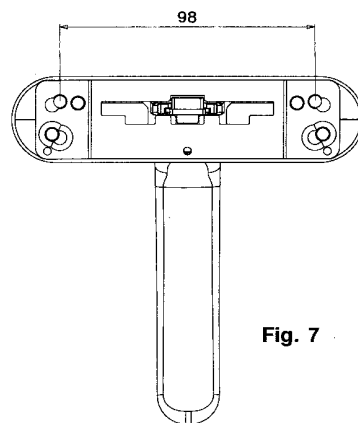

Fig. 7
- Reinsierire il gruppo scorrevole - bassetta, come fig. 7
- Tourner la poignée en veillant à l'amener du côté opposé à l'entraxe de 98 mm choisi (fig. 4). Remonter le groupe coulissant - base, comme l'indique la fig. 7
- Refit the slider-block unit as shown in fig. 7
- Montar de nuevo el grupo de deslizamiento-placa, como ilustra la fig. 7